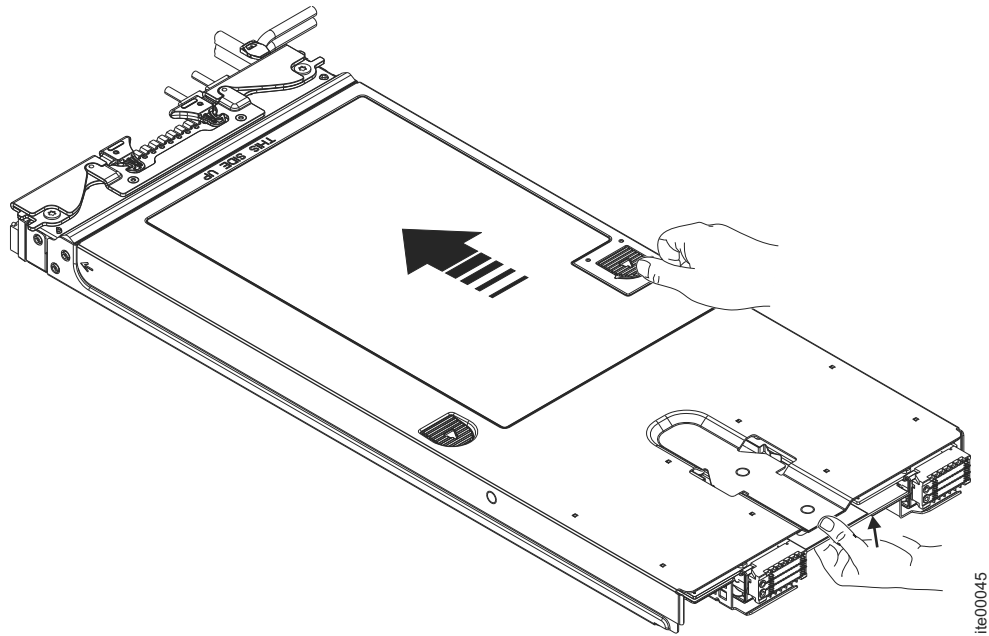

図 34. カバーの取り付け
3. エンクロージャー・カバーの後部を軽く押し下げながら、カバーを前方の閉位置にスライドさせ、カチッとはめます。 59 ページの図 34を参照してください。